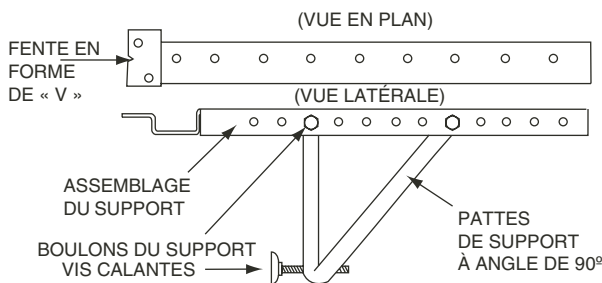

FIGURE 9 — ASSEMBLAGE DU SUPPORT
- Fixez les supports de montage (compris) aux équerres de montage (comprises) à l'aide de deux boulons de 1 1/2 po (3,75 cm), rondelles de blocage et écrous (compris). Deux boulons sont nécessaires pour chaque assemblage de support. Consultez la Figure 9. Ne serrez pas les boulons immédiatement. Il se peut que vous deviez ajuster la profondeur de l'assemblage de support en fonction de l'appui de fenêtre. Installez les deux vis calantes (comprises) aux assemblages de support. Consultez la Figure 9.